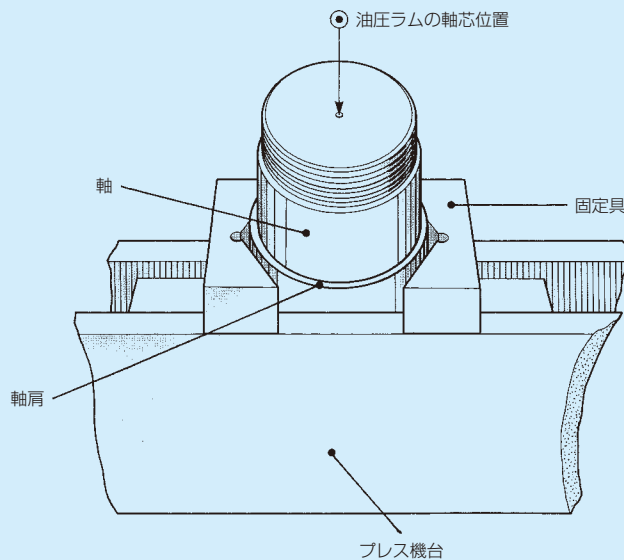
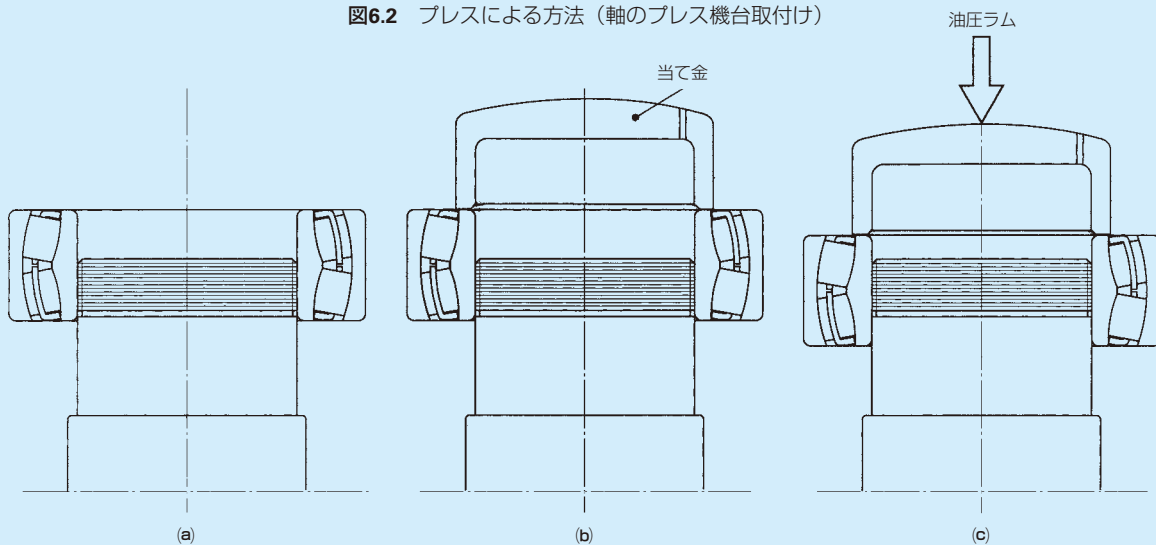

図6.2 プレスによる方法 (軸のプレス機台取付け)
図6.3 プレスによる軸受の圧力
6.2.2 プレスによる方法 (図6.2, 図6.3)
1. 軸を立てて下側の軸端を油圧プレス機台に乗せて、軸の中心と油圧プレスの油圧ラムの中心が一致するようにします。油圧プレス機台の高さを調節して軸の肩の下部位置で軸を固定します(図6.2)。
5. 軸受内輪の進行方向の面取り部が、軸の軸受の取付け部にできる限り均一に当たるようにして挿入した後(図6.3 (a))、軸端側の内輪端面に当て金の先端平面を均一に接触させます(図6.3 (b))。当て金のハンマリング側の先端部を油圧ラム先端の平面に接触させます。このとき、軸の中心と油圧ラムの中心が、一致する位置にあることを再確認します。
6. 油圧ラムを作動させ軸受を押込んでいきます。進行方向の内輪端面が軸の肩に密着するまで続けます(図6.3 (c))。